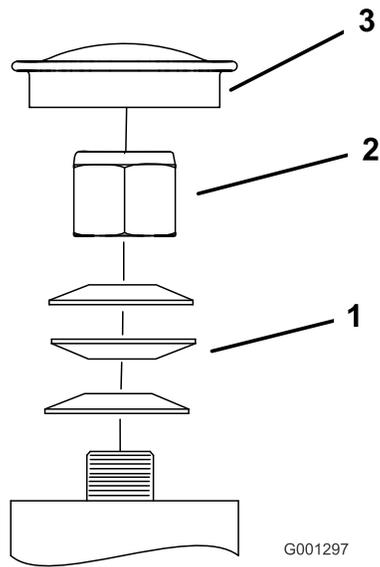

Figura 68
3. Retire el tapón anti-polvo de la rueda giratoria y apriete la contratuerca (Figura 68).
4. Apriete la contratuerca hasta que las arandelas de muelle estén planas, luego afloje 1/4 de vuelta para establecer la pre-carga correcta de los cojinetes (Figura 68).
Importante: Asegúrese de que las arandelas de muelle están correctamente instaladas, según se muestra en Figura 68.
5. Coloque el tapón anti-polvo (Figura 68).